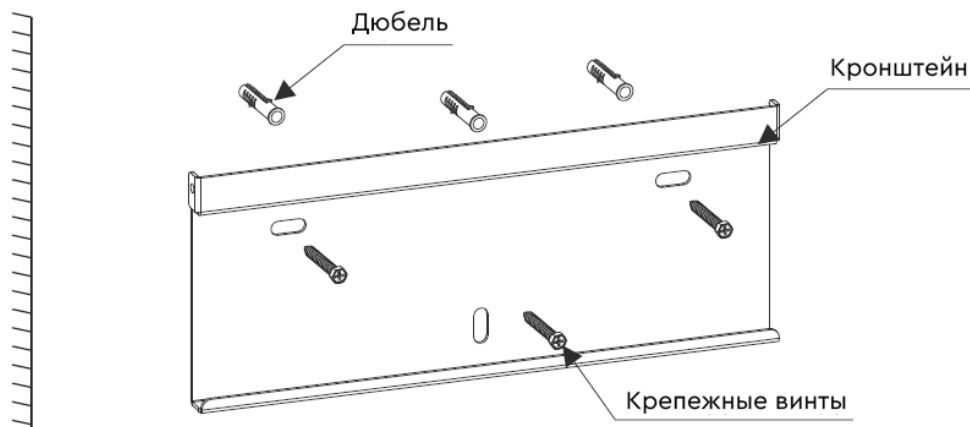

Рисунок 7. Монтаж кронштейна на стене
2. Убедитесь, что кронштейн размещен на стене ровно, а монтажные отверстия (см. Рисунок 7) расположены правильно. Просверлите отверстия в стене согласно разметке.